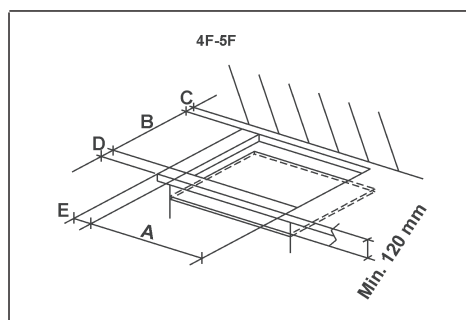

FIG. 7
Faça uma abertura para o encaixe no plano do móvel de encastre respeitando as dimensões indicadas na fig. 7, certificando-se de que sejam respeitadas as dimensões críticas do espaço no qual o aparelho deverá ser instalado (veja fig. 7 e 8).
- Para evitar possíveis contactos acidentais com a superfície da caixa do plano aquecida durante o funcionamento do mesmo, monte um elemento de separação em madeira e aperte-o com parafusos distância mínima do top 120 mm (fig. 7).